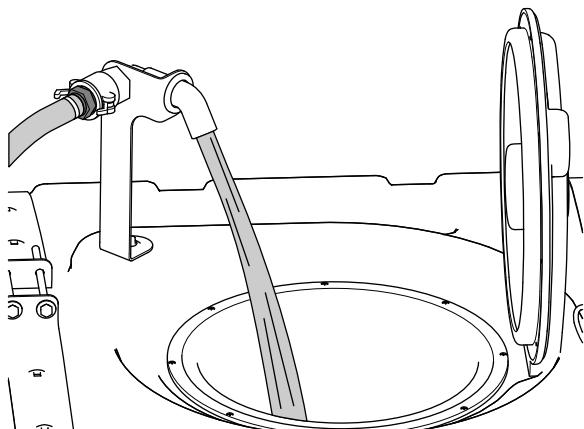

図 30
- 所定量の $\frac{3}{4}$ の水を液剤タンクに入れる図 30。